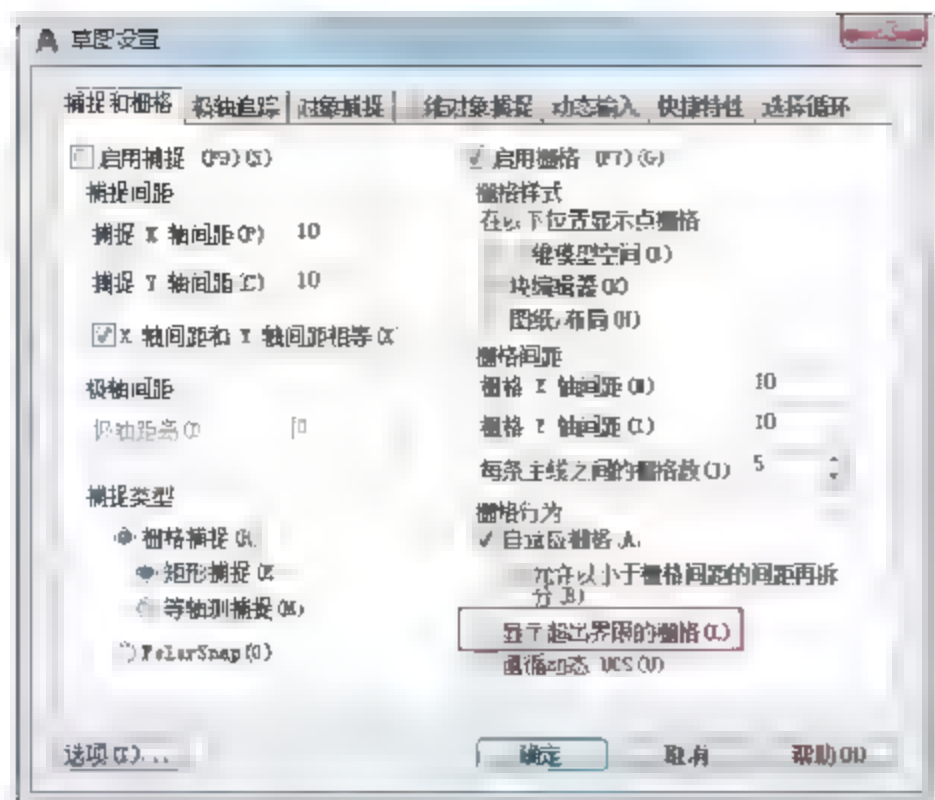

图2-52 【草图设置】对话框
**02** 设置栅格,以显示图形界限范围。在状态栏的【栅格】按钮上右击,在弹出的快捷菜单中选择【设置】命令,弹出【草图设置】对话框,在【栅格行为】选项组中取消勾选【显示超出界限的栅格】复选框,如图2-52所示。